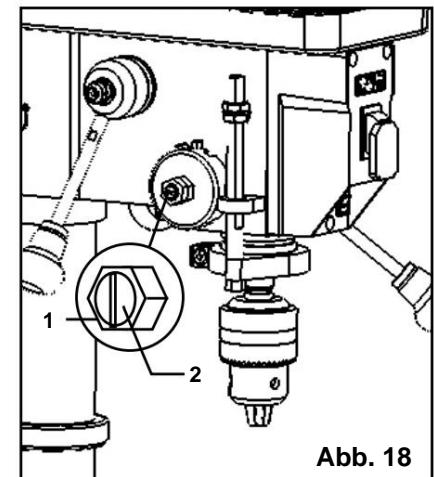

Abb. 18
WINKELSPIEL DER SPINDEL (ABB. 18)
1. Lösen Sie die äußere Mutter (Abb. 18 - 1) um ca. 1/8 Zoll.
2. Ohne die Auf- und Abwärtsbewegung der Spindel zu behindern, drehen Sie die Schraube (Abb. 18 - 2) im Uhrzeigersinn, um das „Spiel“ zu beseitigen.
3. Die Kontermutter (Abb. 18 - 1) festziehen.